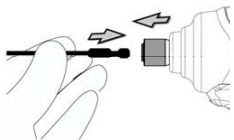

Рис. 1
1. Чтобы установить биту, потяните фиксатор в направлении стрелки и вставьте биту в фиксатор как можно глубже. Затем отпустите фиксатор, чтобы зафиксировать биту. Как показано на рис. 1.